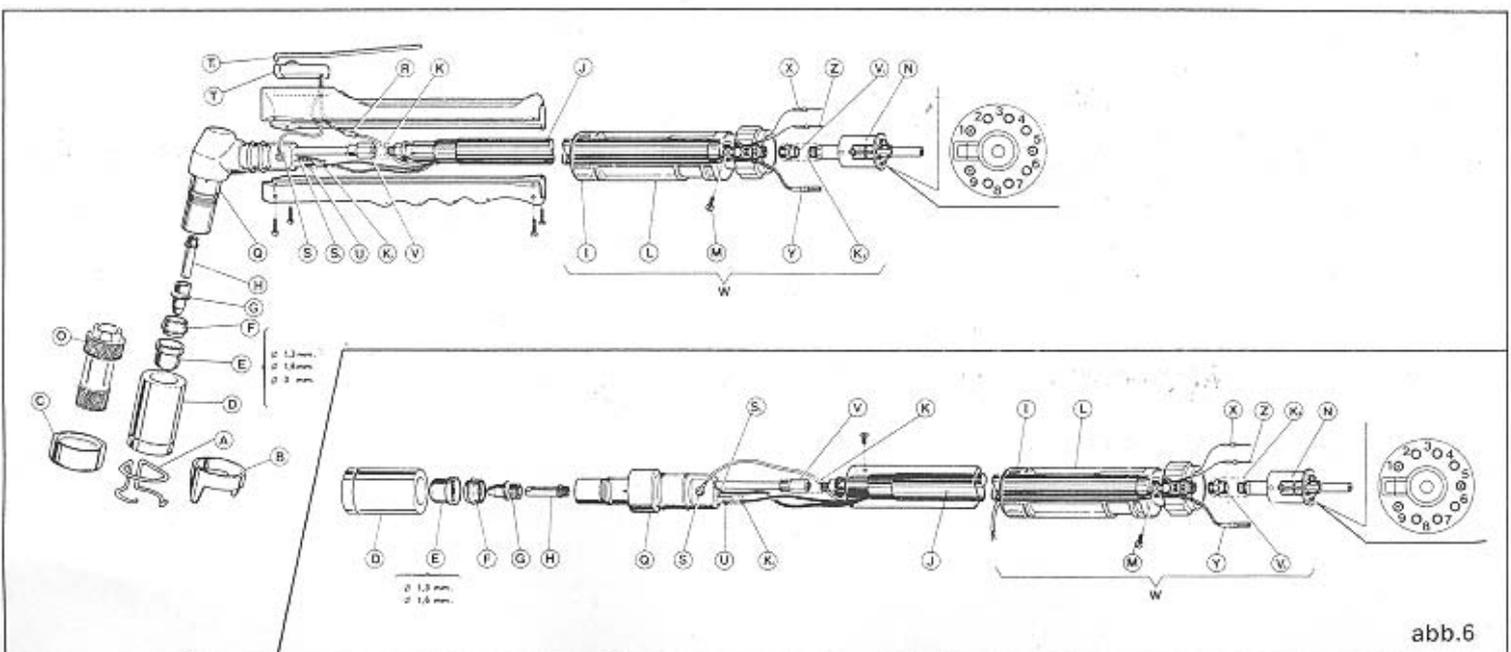

abb.6
Fuer diesen Arbeitsgang muss man die Duese (E) (Abb. 6) Durchm. 3 mm verwenden, und man muss das Distanzstueck (C) auf die Duesentraegerbuchse (D) montieren. Das Distanzstueck (C) dient dazu, zu verhindern, dass das fluessige Metall waehrend des Putzarbeitsgang die Isolierung der Duesentraegerbuchse (D) versengt.
Die Teile, die dem Verschleiss unterliegen (Abb. 6), sind die Elektrode (G), der Diffusor (F) und die Duese (E). Das Auswechseln eines von ihnen ist nur moeglich, nachdem man den Duesentraeger (D) abgeschraubt hat.
Der Diffusor (F) (Abb. 6) muss ausgewechselt werden, wenn eines der Enden dazu tendiert, zu karbonisieren. Oft hat dieses Teil die Tendenz, aufgrund der thermischen und mechanischen Belastungen, denen es unterliegt, an der Elektrode (G) oder an der Duse (E) festzukleben. Um es zu lösen, raet man, das Ausziehwerkzeug (O) zu verwenden, das als zur Ausstattung des Apparats gehoerig geliefert wird; dieses ermoeoglicht die Ablosung, ohne den Diffusor zu beschadigen.
2) Auswechslung des Brennkoeppers (Q) (siehe Abb. 6)
3) Auswechslung des Passtuecks (W) (siehe Abb. 6)
4) Auswechslung des Kabels (J) (siehe Abb. 6)
N.B. Der Anschluss (R) muss sorgfaeltig isoliert werden.
5) Auswechslung des Druckknopfs (T) (Brenner fuer Handbetrieb - siehe Abb. 6)
6) Auswechslung des Griffs (Brenner fuer Handbetrieb - siehe Abb. 6)
7) Auswechslung des Griffs (Brenner zum Gebrauch im Automatikbetrieb siehe Abb. 6)
8) Auswechslung des Diffusorroerchens (H) (siehe Abb. 6)
- (Nur fuer Version 120 A) Loch Duese (E) (Abb. 6) zu gross in Bezug auf den mit dem Ballgriff (7) (Abb. 2) vorherbestimmten Stromwert.
Vermeiden, dass man spitze Gegenstaende benutzt, um das Loch der Düse nicht defekt zu machen. Wenn man bei der Wegnahme der Elektrode auf Schwierigkeiten stoesst, wie folgt vorgehen: das Gewinde der Elektrode mit schmierender durchdringender Fluessigkeit schmieren; dann die Elektrode abschrauben. Wenn bei der Wegnahme letzterer Gewinde des Elektrodenraegerhalters des Brennerkoerpers beschaedigt wird, mit einem Gewindebohrer (M11) nachbohren, nachdem man das Diffusorroerchen (H) (Abb. 6) entfernt hat.